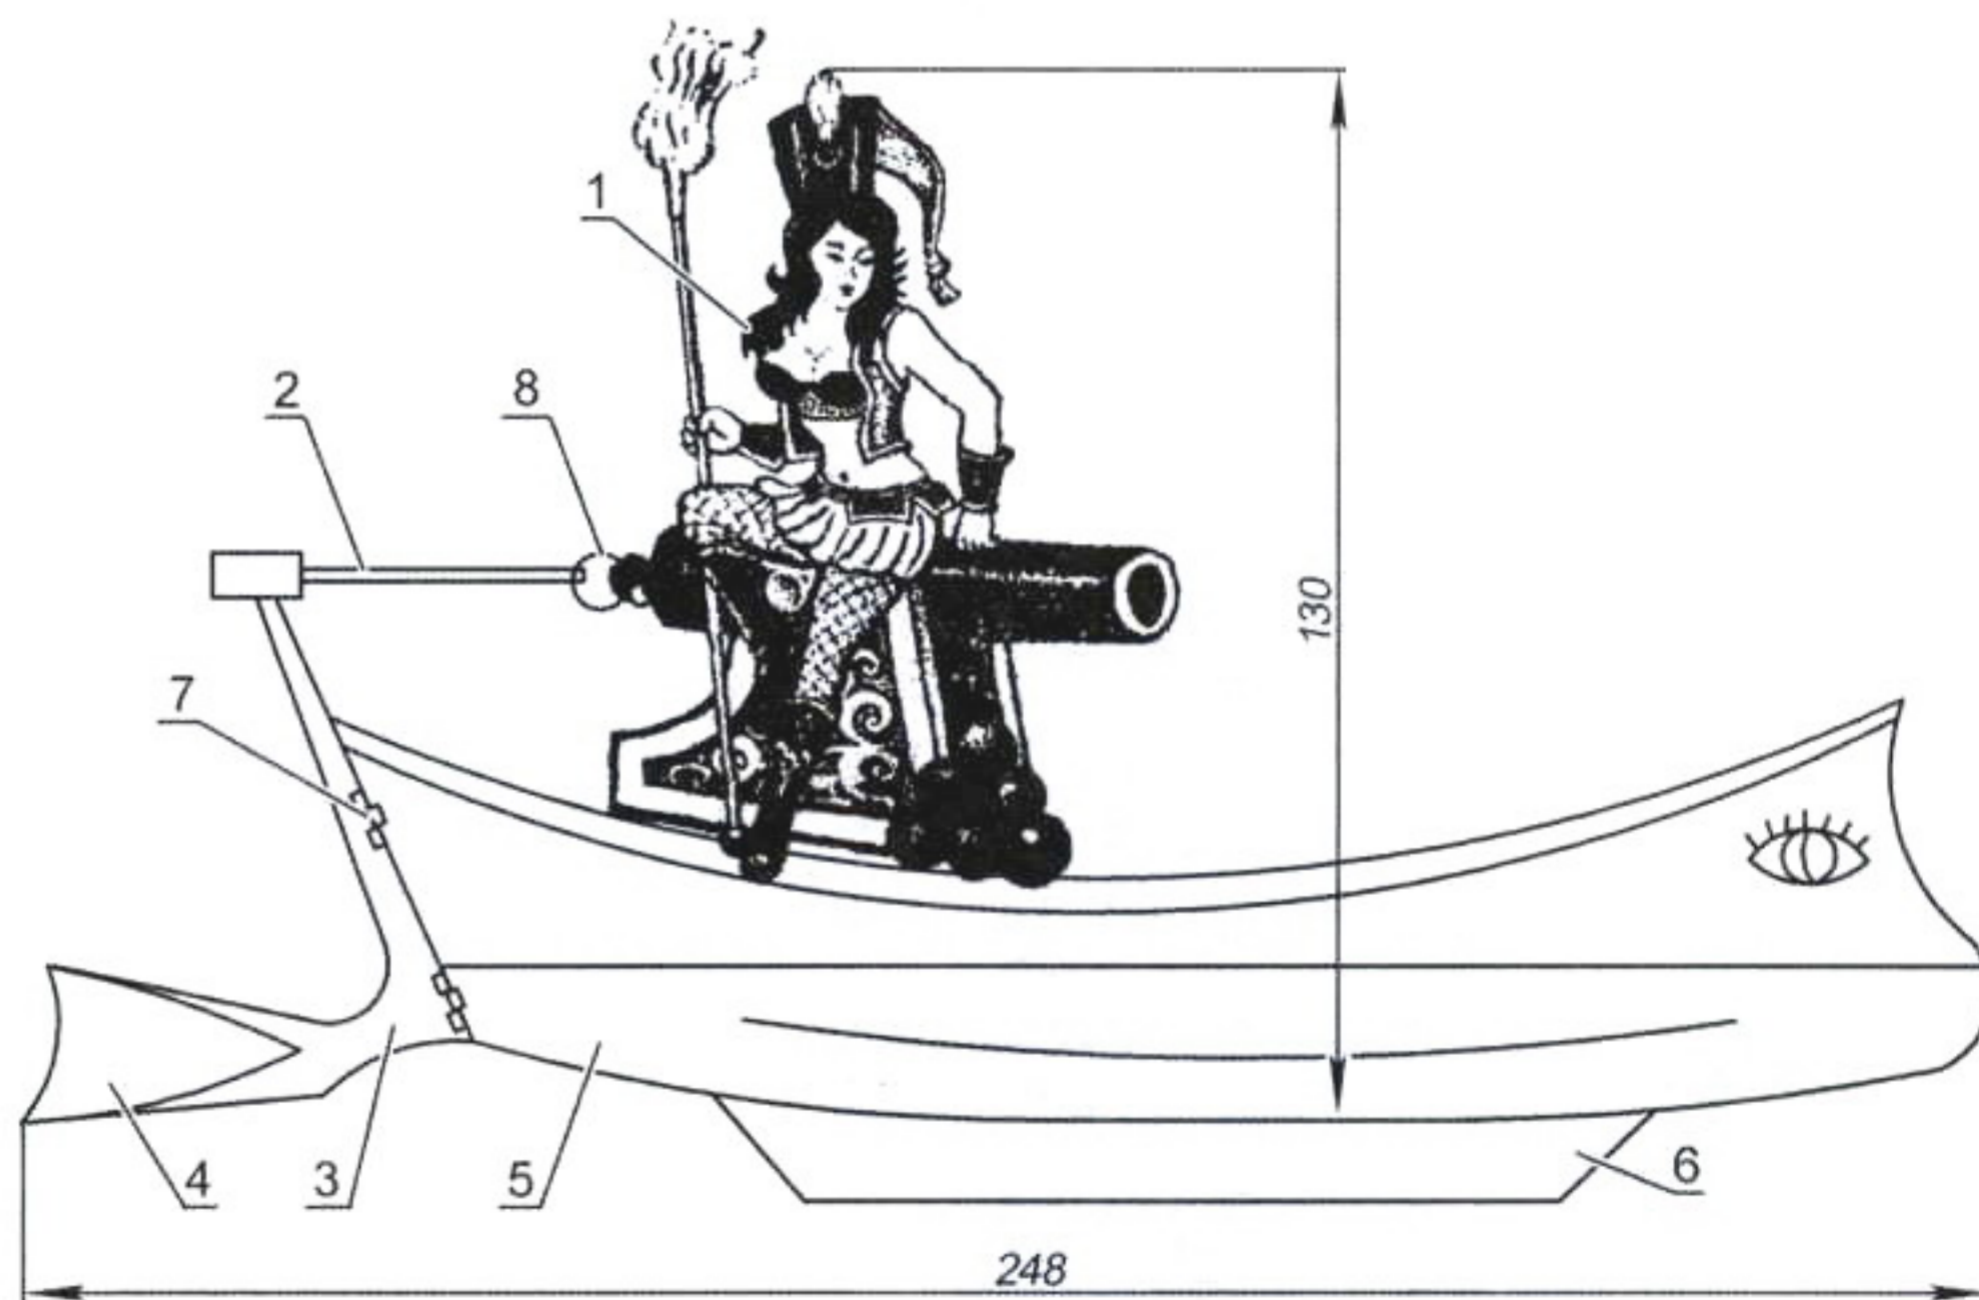
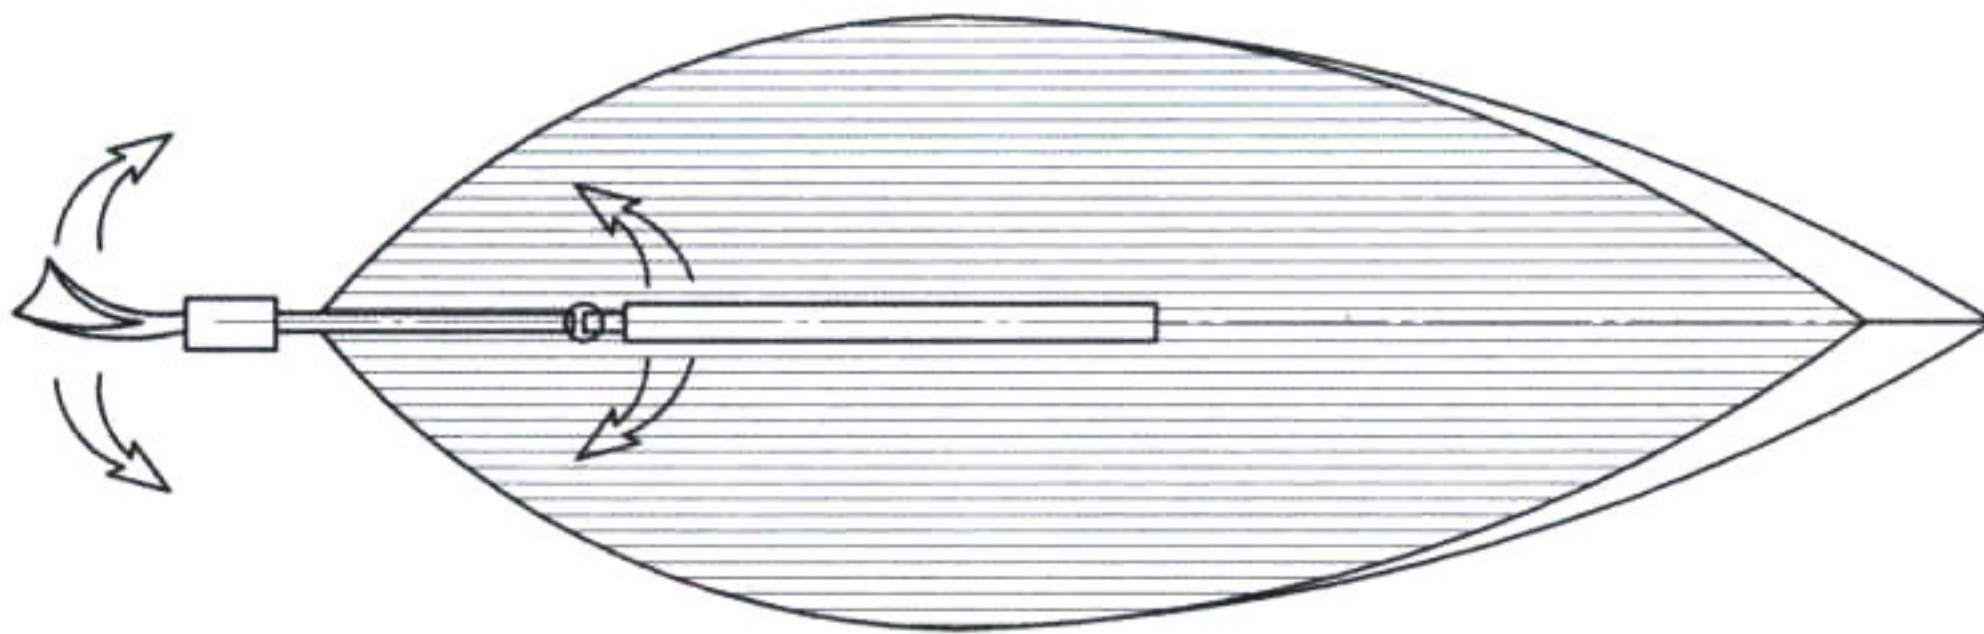

Рис. 1. Лодочка с плавниковым, волновым движителем
Рис. 2. Лодочка, вид сверху
Работа движителя станет понятной, когда вы пустите лодочку (рис. 1) в свободное плавание. Сначала она начнет слегка покачиваться на волнах и сама развернется бортом к волне. Бортовая качка создаст крен, и фигурка-силуэт (1), установленная на палубе лодки в вертикальном положении (рис. 2), наклонится